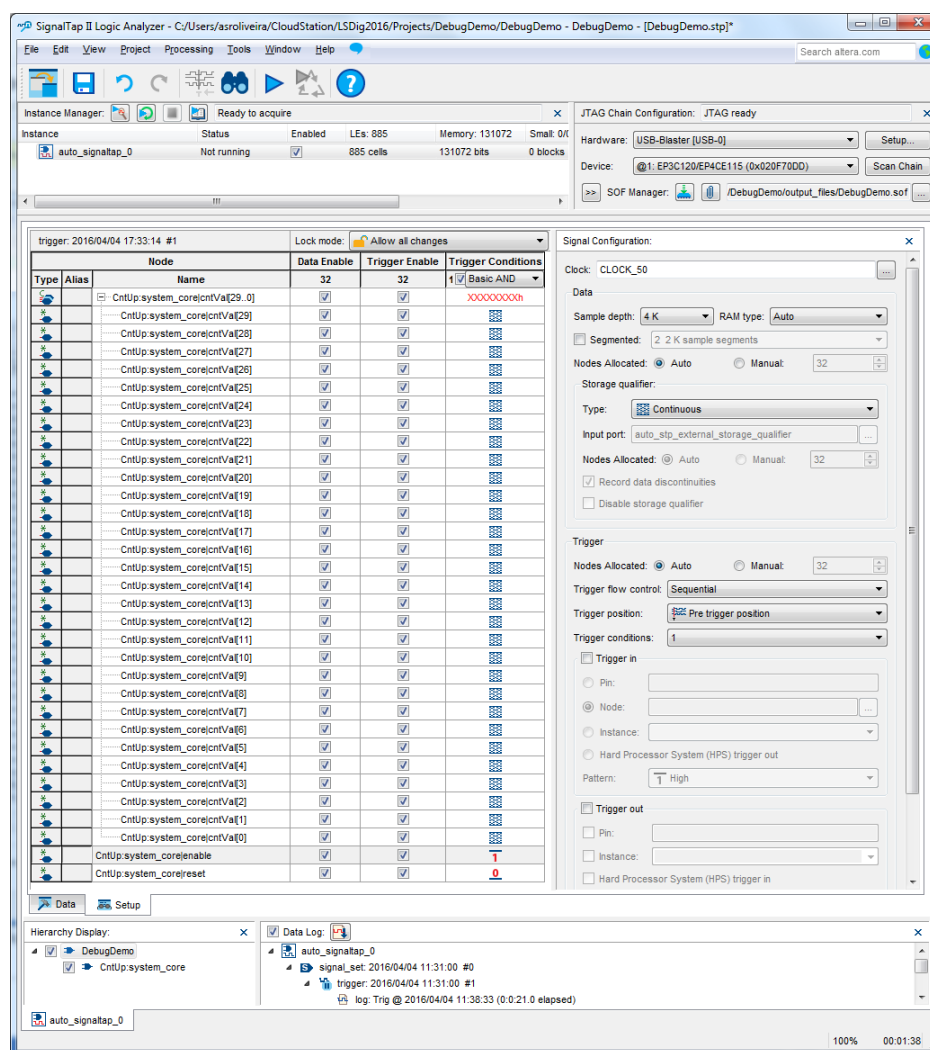
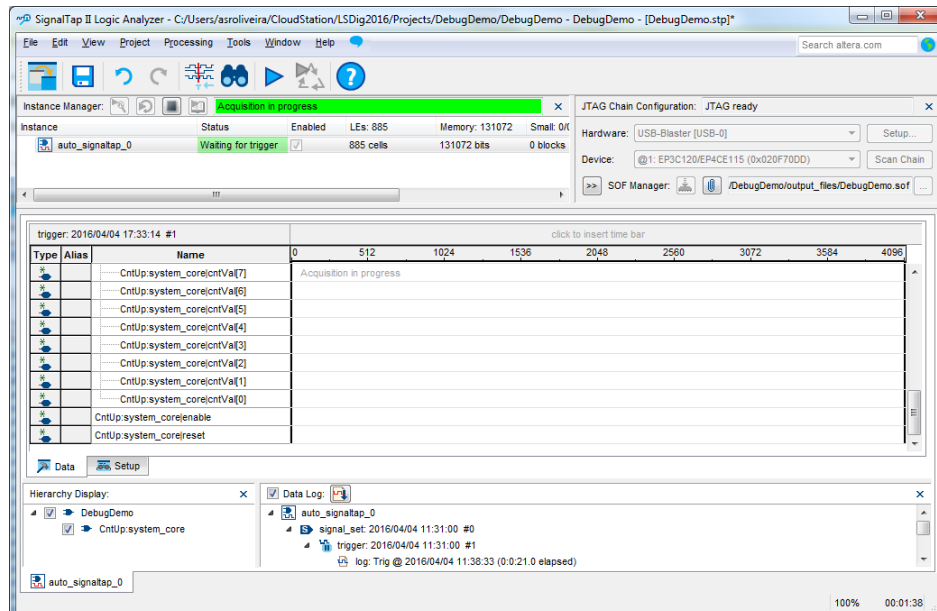
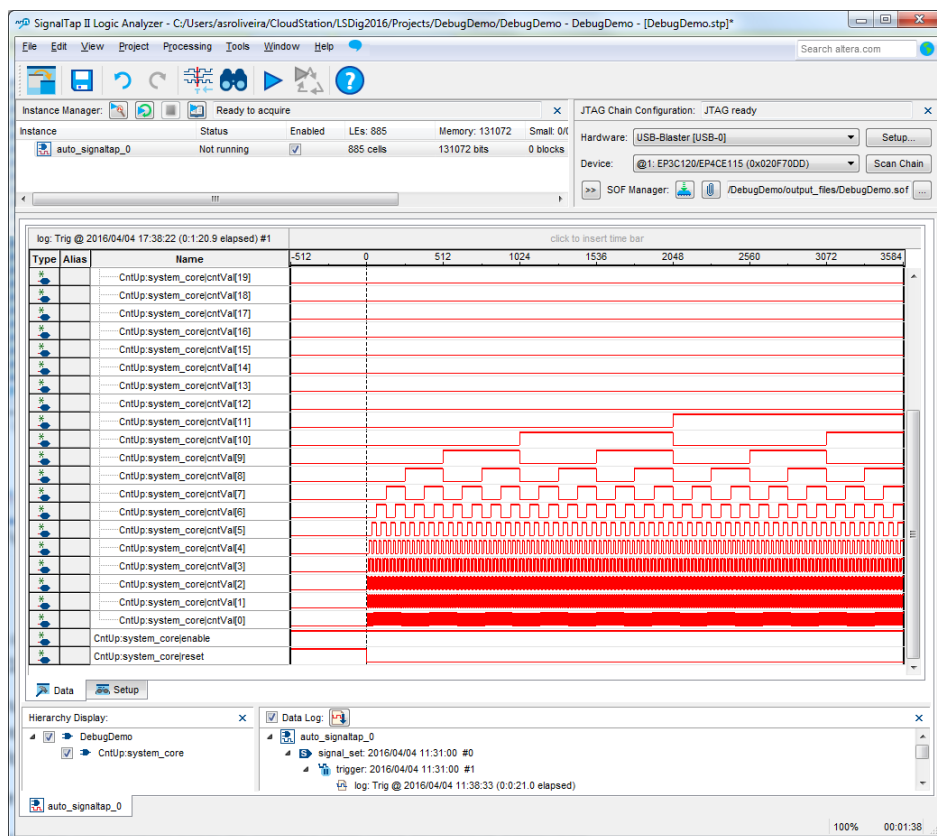

Figura 23 – Aspeto da aplicação “*SignalTap Logic Analyzer*” após programação da FPGA.
Figura 24 – Janela “Data” da aplicação “SignalTap Logic Analyzer” antes da captura (aguardar verificação da condição de disparo da captura).
Figura 25 – Janela “Data” da aplicação “SignalTap Logic Analyzer” depois da captura.
9. Após a programação da FPGA (Figura 23) mude a janela principal da aplicação “*SignalTap Analyzer*” de “*Setup*” para “*Data*” (Figura 24). Neste ponto está tudo configurado e preparado para ser iniciada a captura de amostras dos sinais pretendidos. Para tal, basta selecionar o comando “*Processing → Run Analysis*” e de seguida desativar a entrada de “*reset*” e ativar a entrada de “*enable*” do contador de forma a que seja satisfeita a condição de *trigger* e iniciada a captura dos sinais pretendidos. Uma vez recolhidas 4K amostras de cada sinal, os respetivos valores são transferidos para o computador e visualizados na aplicação “*SignalTap Analyzer*” (Figura 25).